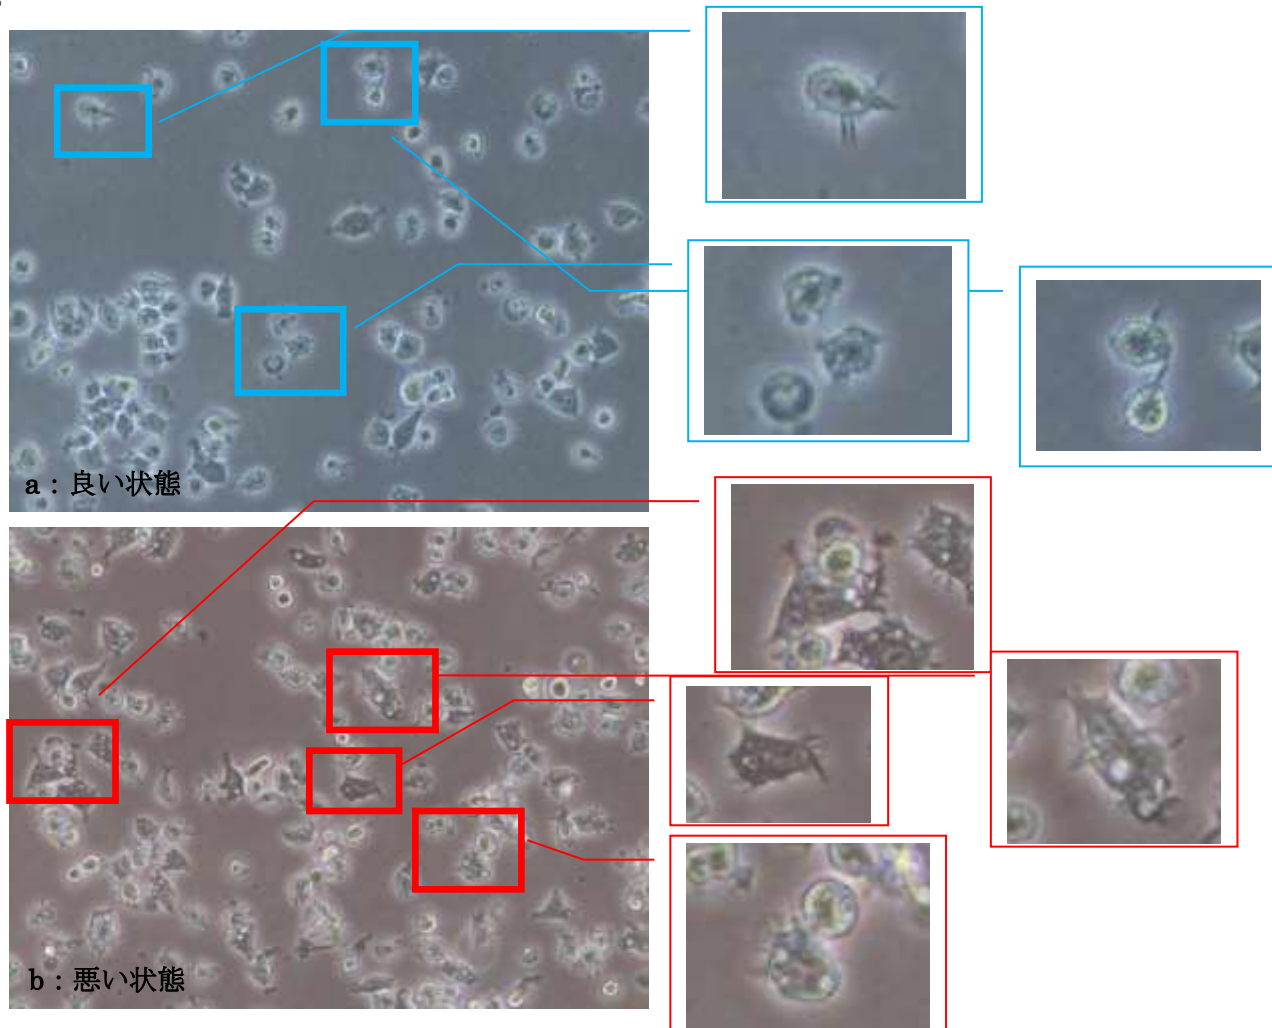

図 3 細胞の状態 (6-3) ※右図は拡大写真
1. 株化マイクログリアの状態を位相差顕微鏡で確認してください。細胞の状態は【図 3】を参照してください。
※細胞の生存率は、細胞の状態を判断する上で重要な指標となります。継代時のダメージにより、株化ミクログリアの状態が【図 3 : b】のように悪い状態に傾くこともあります。同様に、剥離した細胞を凍結保存する際にも、剥離後の生存率が低いと解凍後の状態が【図 3 : b】のように悪い状態になることがあります。
株化ミクログリアは、他の株化細胞とは異なり、非常に細胞間の隙間が大きい状態で増殖します、細胞の増殖度合いは図 3 を参照してください。図 3 と比較しても、細胞の増殖が観察出来ない場合、細胞の増殖度合いは GM-CSF の影響を強く受けるため、GM-CSF の濃度を上げてみてください。GM-CSF の濃度を上げて、増殖が認められない場合は、解凍時にダメージを受けすぎている可能性があります。【図 3 : b】で示したような悪い状態の細胞が 1 視野に多く認められる場合は、再度スペアからの解凍をお試してください。または「株化ミクログリア培養サービス」